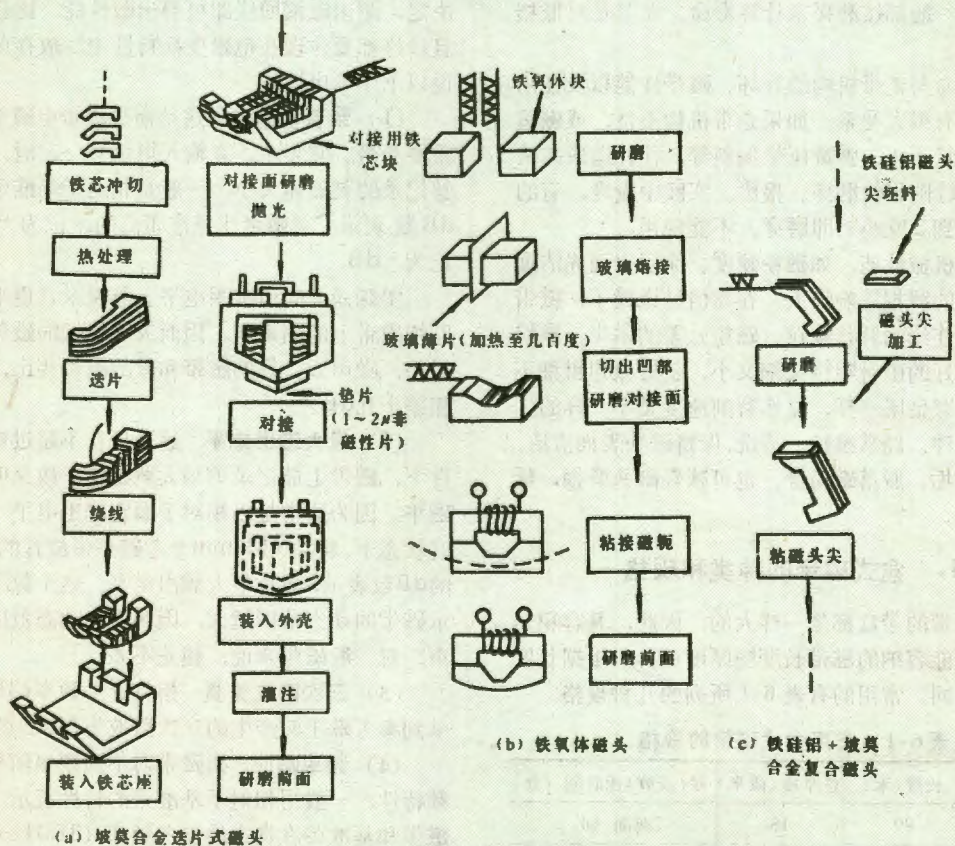

图 6-3 各种磁头的制造工序
头的制造工艺如图 6-3 (a) 所示。
(2) 铁氧体磁头 多用于中高级录音机和录音座。其优点是, 电阻率大, 涡流损耗小, 高频特性好, 质硬耐磨, 寿命长。制造工艺如图 6-3 (b)。
(3) 铁硅铝 (又称三达斯特) 合金磁头 主要用于盒式录音座。因为这种材料质地硬脆, 很难加工, 故在结构上多半采取和坡莫合金材料复合的办法, 只在受磨损的磁头尖上用它, 其余大部分铁芯仍用叠片式坡莫合金。于是这种复合铁芯磁头就兼备了两种材料的优点, 寿命可达 4000 小时。其工艺流程如图 6-3 (c)。